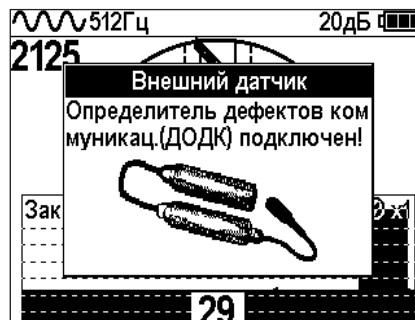

Рис. 10.1
- Подключить к приемнику датчик контроля качества изоляции ДКИ-117 (рис. 10.1) или датчик-определитель дефектов коммуникации ДОДК-117 (рис. 10.2).